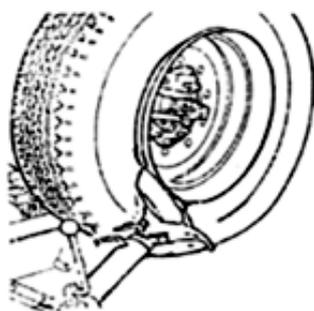

Fig8
- (3) Используя джойстик (5) установите диск (12) у края обода (рис. 8).